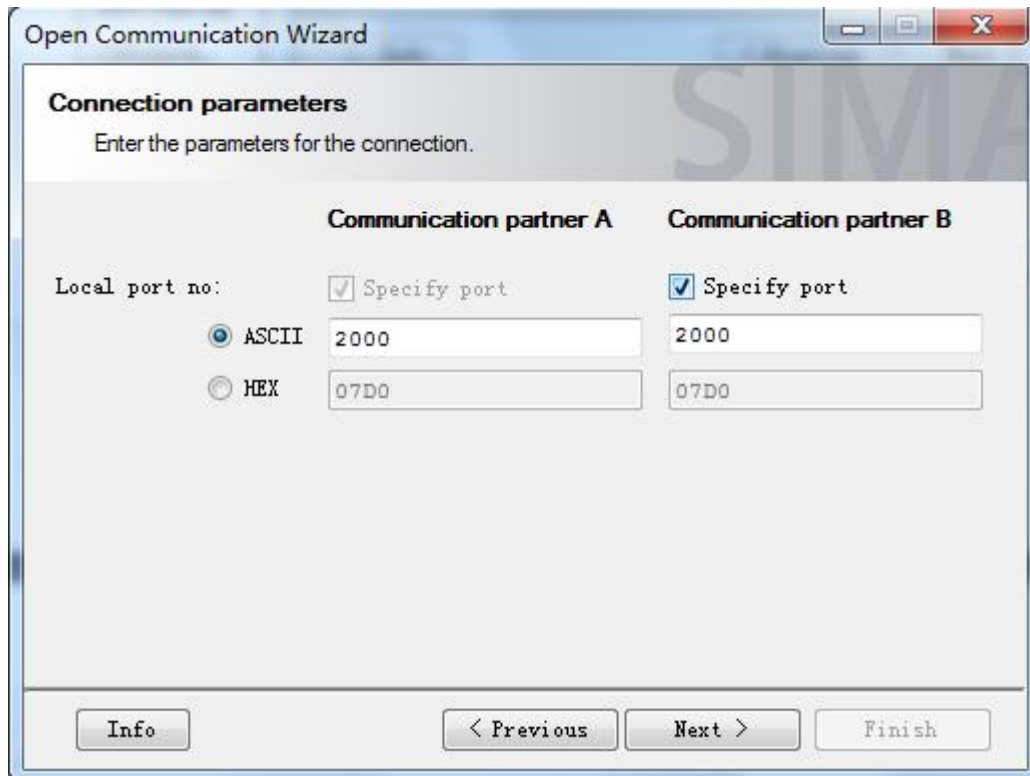

图 3-7 指定通信端口号
3.7 指定通信双方所用端口号，要与 S7-1500 侧组态一致，本例中都是 2000，如图 3-7 所示。